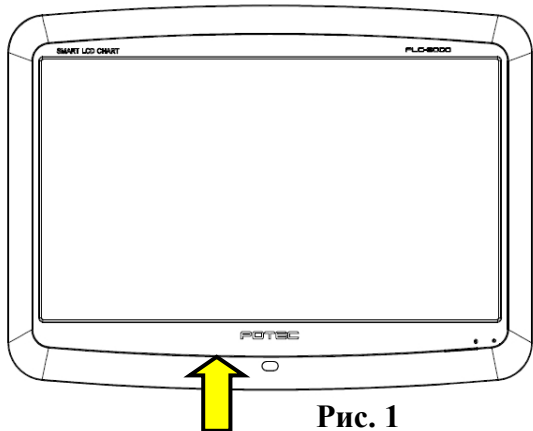

Рис. 1
- Вставьте USB флэшку в разъем для USB на PLC-8000(pola) как на Рис. 1 и 2.